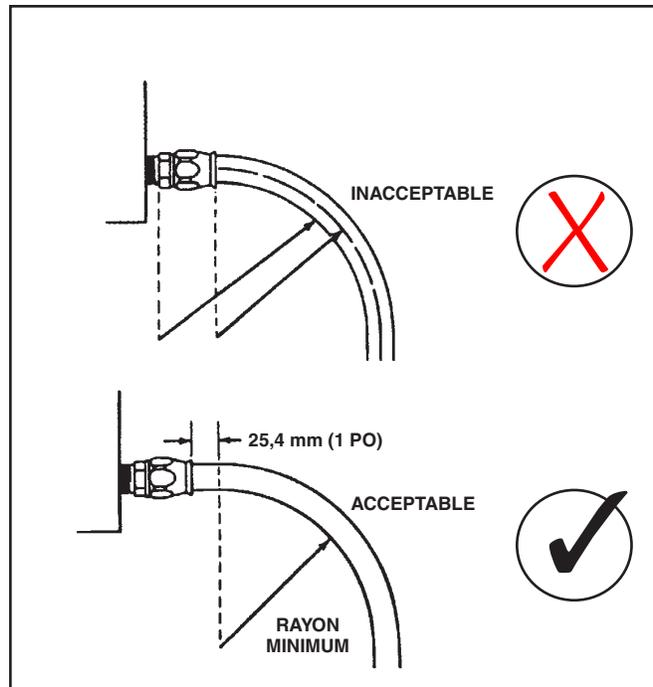

Figure 4 - Comment mesurer le rayon de flexion
5. Lors du maniement, du remisage ou de l'installation du tuyau, ne pas fléchir le tuyau plus que le rayon de flexion minimum. Si cette flexion est exagérée, le tuyau aura tendance à s'aplatir et à se plisser. Un rayon de flexion convenable empêchera l'aplatissement du tuyau, la restriction du débit ainsi que tout dommage au revêtement métallique extérieur. Voir Figures 4 et 5.